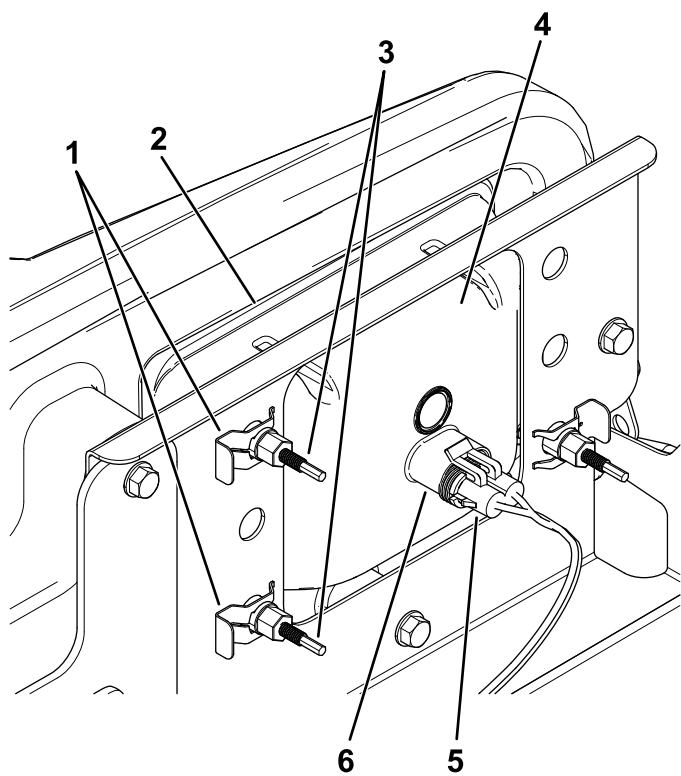

Figura 46
3. Desconecte el conector eléctrico del arnés de cables del conector del conjunto de la lámpara (Figura 46).
- Retire los conectores rápidos que sujetan el faro al soporte del faro (Figura 46).
- Retire el faro desplazándolo hacia adelante y pasándolo por el hueco del parachoques delantero (Figura 46).
- Introduzca el faro nuevo a través del hueco del parachoques (Figura 46).
- Sujete el conjunto del faro con los conectores rápidos que se retiraron en el paso (4).
- Conecte el conector eléctrico del arnés de cables al conector del conjunto de la lámpara (Figura 46).
- En la parte trasera del faro, gire los tornillos de ajuste (Figura 46) para pivotar el conjunto y ajustar de la posición del haz de luz.